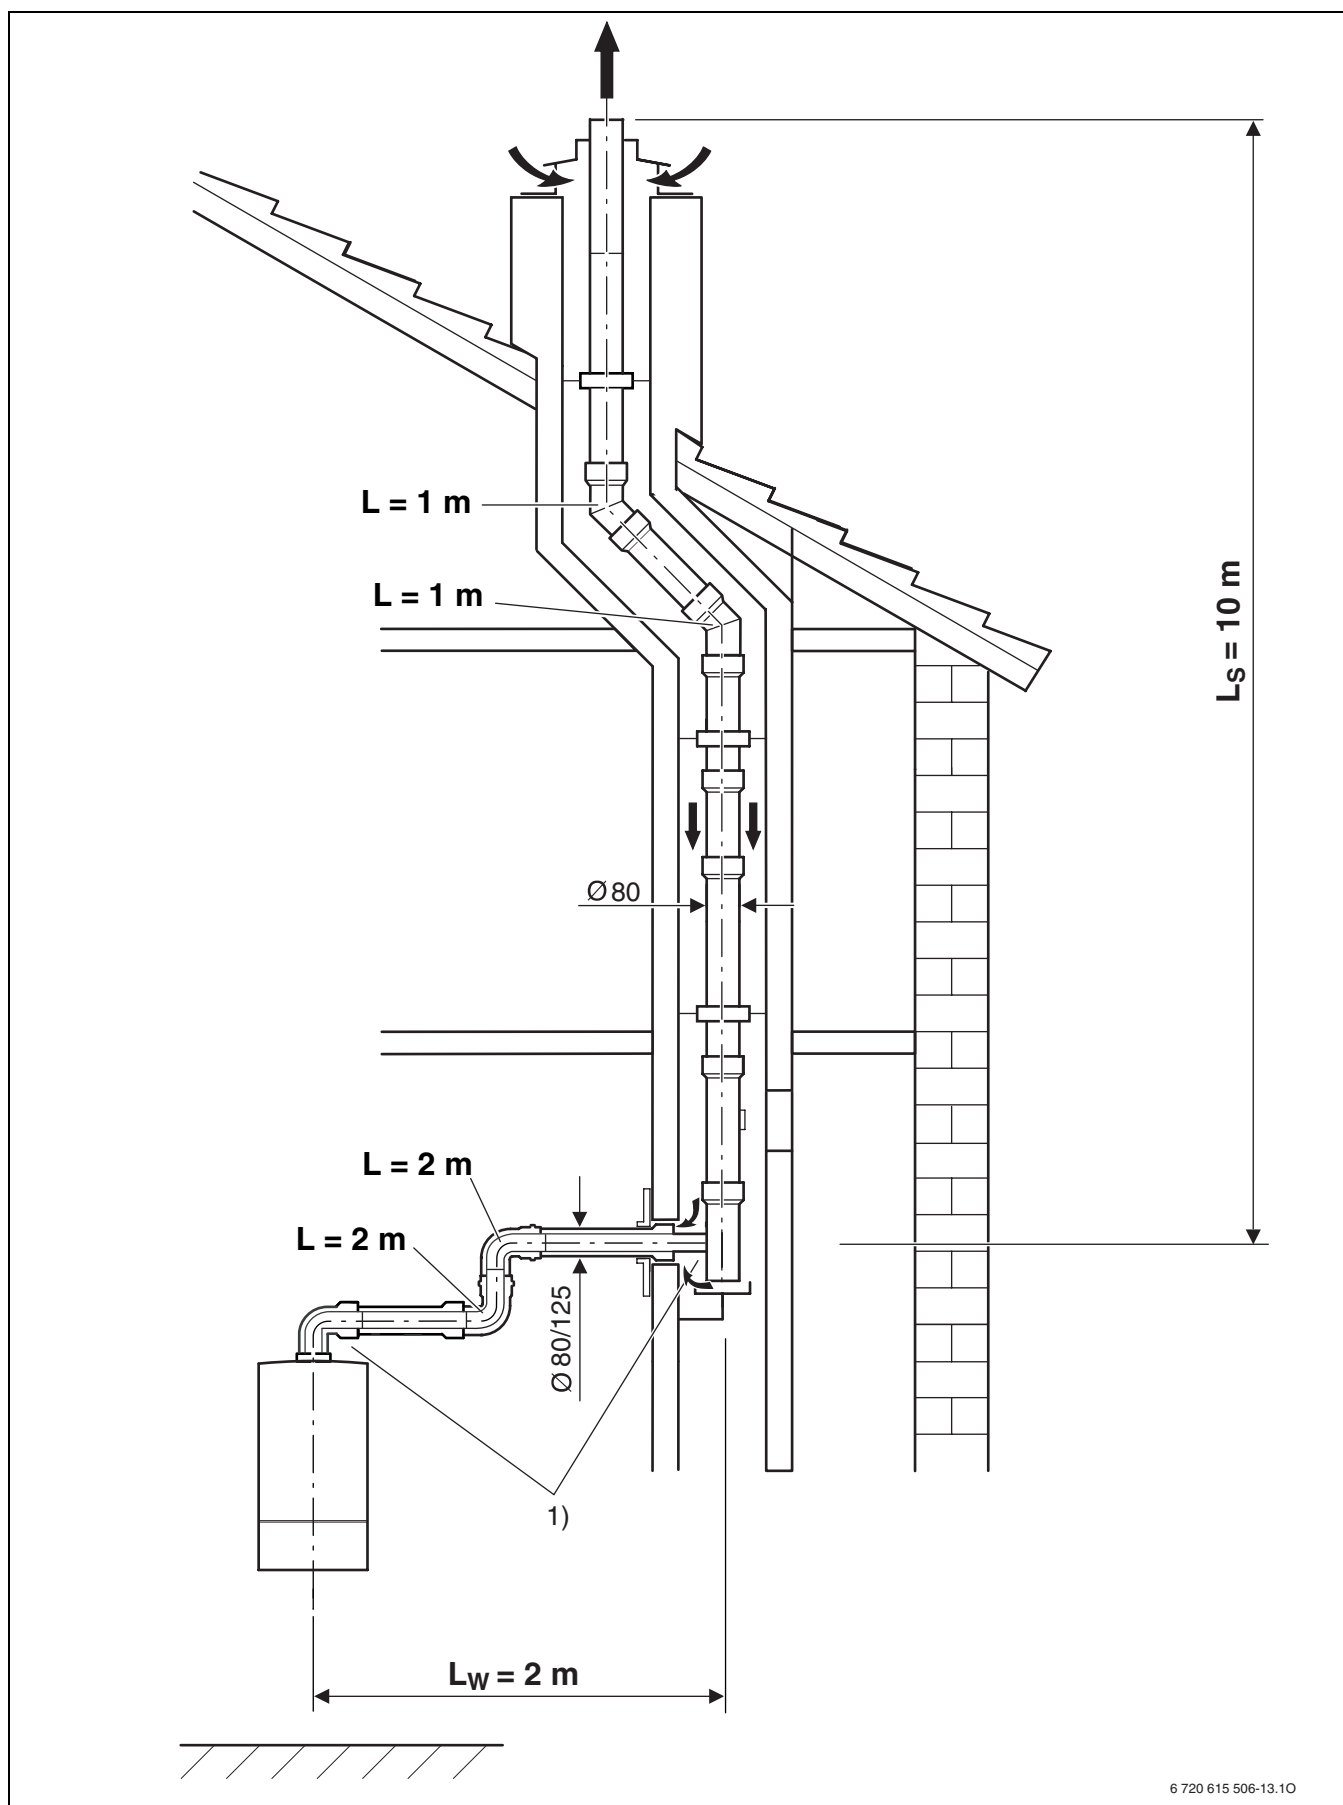

Fig. 24
5.4 Exemple de calcul des longueurs des conduits (Fig 24)